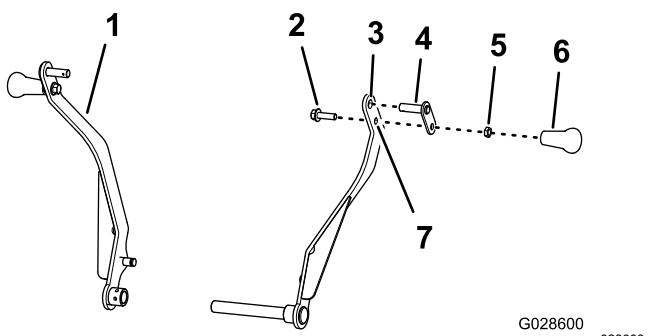

Figure 5
- Insérez l'axe de pivot dans le trou supérieur du bras de berceau (Figure 5).
- Insérez le boulon ($\frac{3}{8}$ " x $1\frac{1}{4}$ "') dans le trou inférieur du bras de berceau et la fixation de l'axe de pivot (Figure 5) avec l'écrou de blocage ($\frac{3}{8}$ "'), et serrez l'écrou à un couple de 15 à 17 Nm.
- Vissez la poignée sur le boulon ($\frac{3}{8}$ " x $1\frac{1}{4}$ ") et serrez-la contre l'écrou de blocage à la main (Figure 5).
- Répétez les opérations 1 à 4 pour les autres bras de berceau (Figure 5).